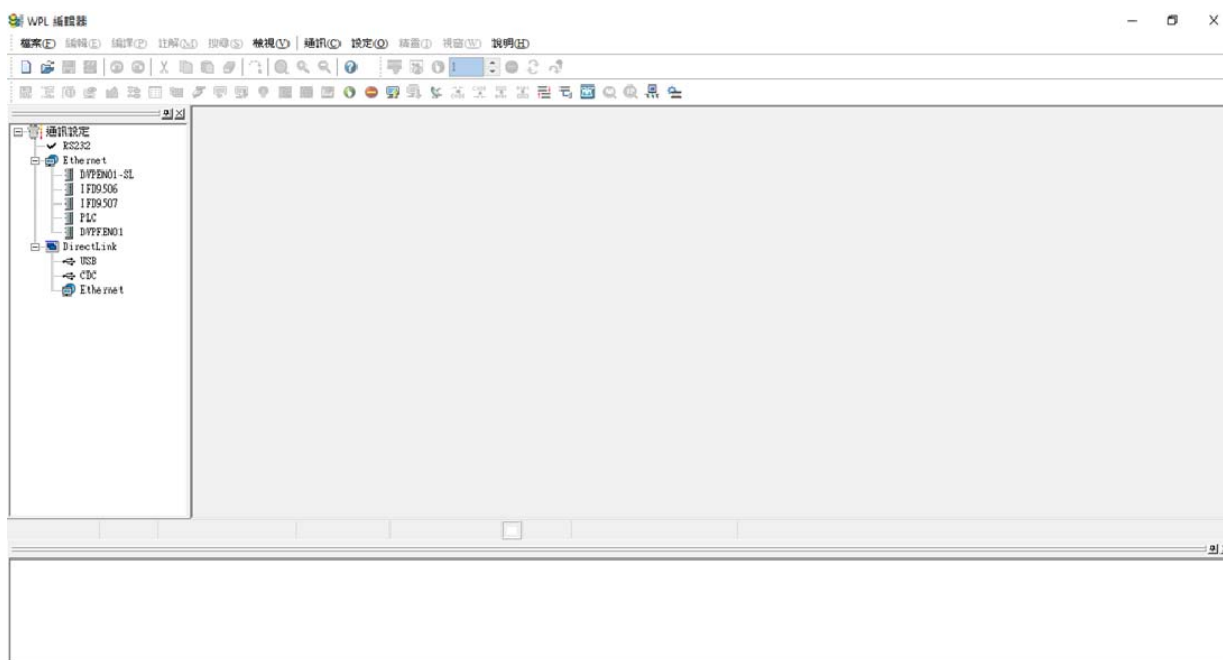

图 16-9
步骤 2. 出现 WPLsoft 编辑器窗口 (如下图 16-9)。第一次进入 WPLSoft 且尚未执行『开启新文件』时，窗口在菜单栏中只有『档案 (F)』、『通讯 (C)』、『检视 (V)』、『设定 (O)』与『说明 (H)』。